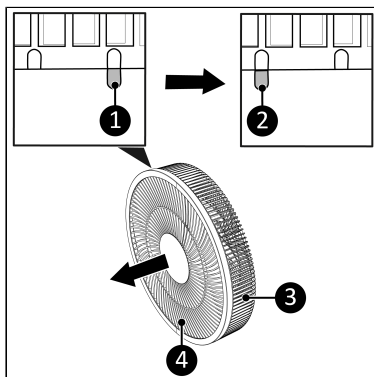

Figure 62.
8. Tournez la grille avant (Figure 62, pos. 4) dans le sens inverse des aiguilles d'une montre jusqu'à ce que le repère sur la grille avant (Figure 62, pos. 1) s'aligne avec le repère gauche sur la grille arrière (Figure 62, pos. 2).
9. Retirez la grille avant (Figure 62, pos. 4) de la grille arrière (Figure 62, pos. 3).